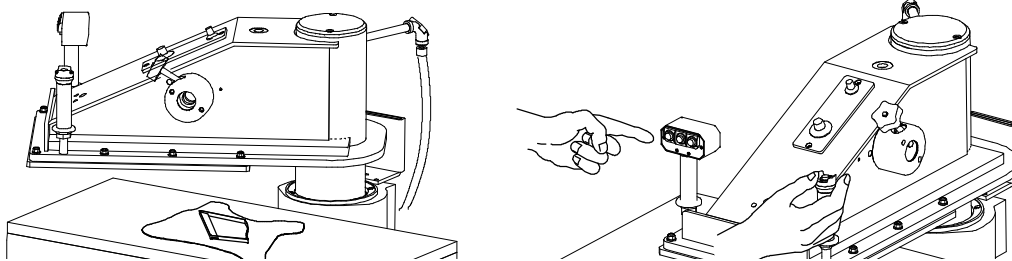

Fig. 16
- estender o material sobre a mesa de corte e apoiar o cortante sobre mesmo (esquerda Fig. 16).
- depois de ter regulado a altura através do volantezinho (se aconselha uma altura de 7+ 8 mm), carregar **contemporaneamente** o botão sobre a manilha direita e o mais adequado entre os três posicionados sobre a manilha esquerda (direita Fig. 16) em relação ao desenvolvimento linear do cortante, agindo também sobre os potenciômetros ligados aos botões n° 1 e n° 3, se necessário. Deste modo pode-se obter a máxima precisão de corte, com a mínimo desgaste do cepo.